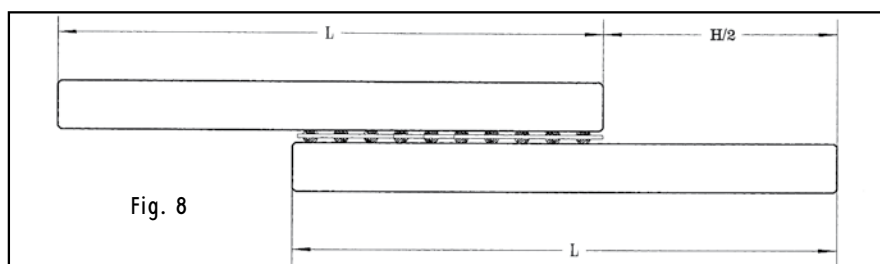

Fig. 8
- Se ne deduce che in una slitta formata da quattro guide di uguale lunghezza, per es. pari a 500 mm, la parte mobile potrà sporgere della metà della propria lunghezza (condizione limite) fig. 8.
Based on the above, in a system riding on four rails of equal length (500 mm) the moving portion could overhand 1/2 of its length (condition limit) Fig. 8.